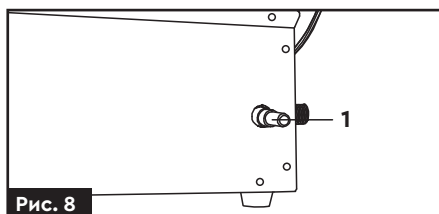
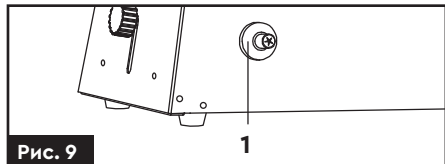

Рис. 8
Рис. 9
- Плавнo натисніть рукою кнопку «Газовий клапан» (1) до упору (рис. 8).
4. Підпаліть газовий пальник – не відпускаючи кнопку «Газовий клапан» **(1) (рис. 8)**, другою рукою натисніть кнопку «Запалювання» **(1) (рис. 9)**. Якщо підпалити пальник не вдалося, натискайте на кнопку «Запалювання», доки не буде здійснено розпалювання газового пальника.
5. Після того, як пальник буде запалено, тримайте кнопку «Газовий клапан» **(1) (рис. 8)** не менше ніж 20 с. Через 20 с відпустіть кнопку «Газовий клапан» **(1) (рис. 8)**.